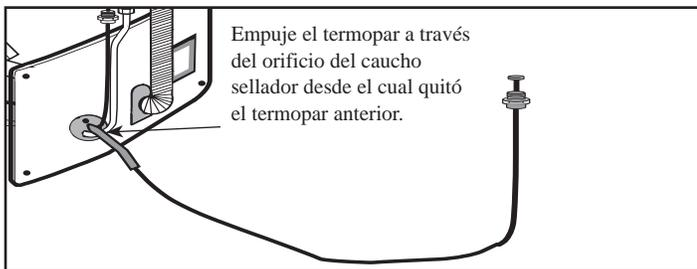

Figura 4
6. **INSTALACIÓN DEL TERMOPAR NUEVO:** Localice el termopar nuevo en el juego de repuesto. Empuje el extremo redondeado de metal del termopar a través del caucho sellador anaranjado ubicado en el ensamble de la puerta de acceso al quemador. **IMPORTANTE:** Tenga cuidado de no dañar el caucho sellador y de no desensajarlo de su montaje correcto en el ensamble de la puerta de acceso al quemador. Empuje el termopar para colocarlo en el soporte del ensamble del piloto y asegúrese de que esté completamente asentado a lo largo de todo el soporte (vea la Figura 4).